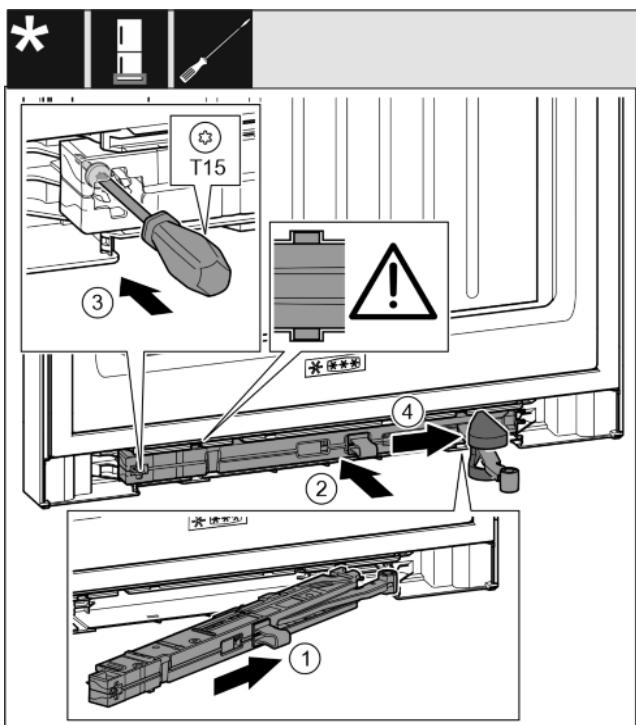

Fig. 36
- ▶ Gurnite jedinicu prigušivača zatvaranja na strani podloška ležaja do graničnika koso u otvor. Fig. 36 (1)
- ▶ Gurnite jedinicu prigušivača zatvaranja u potpunosti u otvor. Fig. 36 (2)
- ▶ Odvijačem T15 čvrsto pritegnite vijak. Fig. 36 (3)
- ▶ Gurnite pokrov preko zgloba. Fig. 36 (4)